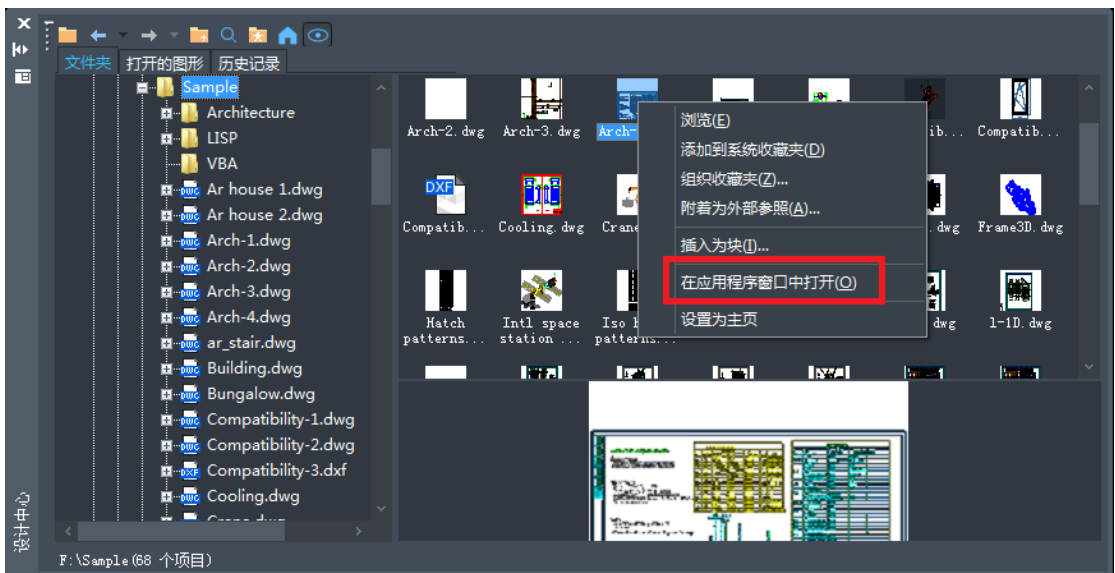

图 5-31 “设计中心”打开文件
- 1) 在内容区域中选择要打开的文件，然后点击鼠标右键，在出现的快捷菜单中选择“在应用程序窗口中打开”，如图 5-31 所示。